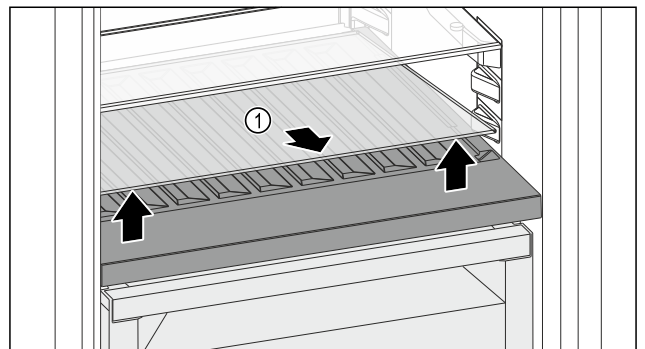

Fig. 141
- ▶ Glasplatte Fig. 141 (1) an der Aussparung vorne anheben und herausnehmen.
- ▶ Glasplatte Fig. 141 (1) außerhalb des Geräts sicher aufbewahren.